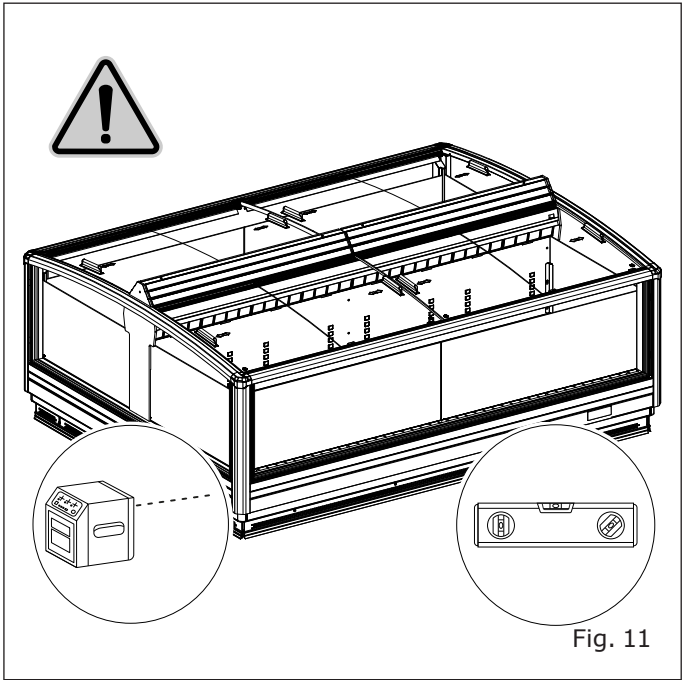

Fig. 11
- Sobre un suelo nivelado ("Fig. 11").